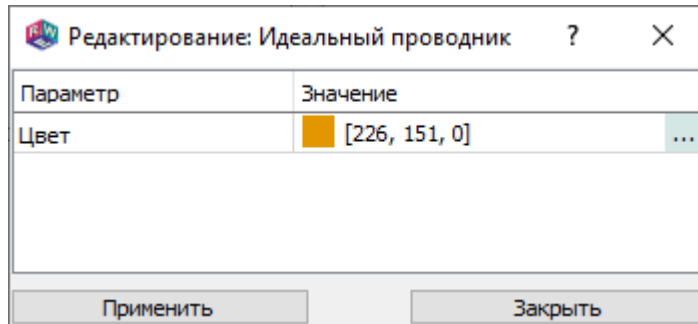

Рис. 157
16.7.2.1. Окно редактирования параметров идеального проводника показано на рис. 157.